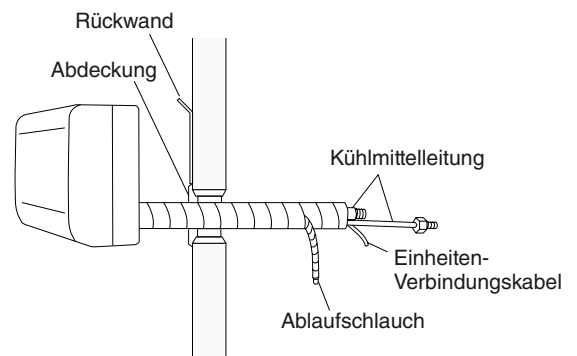

Abb. 3-105
- (1) Die Kühlmittelleitung so biegen, dass sie mühelos in die Wandöffnung gepasst werden kann. (Abb. 3-105)